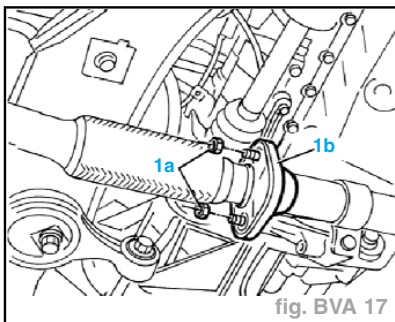

fig. BVA 17
- Dévisser les écrous (1a) fixant le joint de liaison (1b) entre le collecteur/convertisseur d'échappement et le tuyau d'échappement (fig. BVA 17).